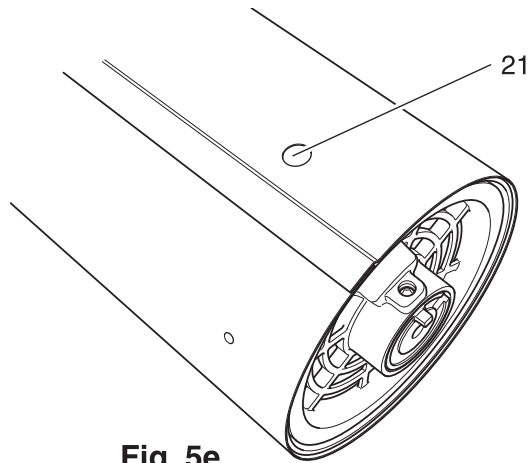

Fig. 5e
- Vorm bewickeln der Bügelwalze wird nun durch die Bohrung 21 der Walze die Schraube 20 des rechten Motorflanschs festgedreht (Fig. 5e).